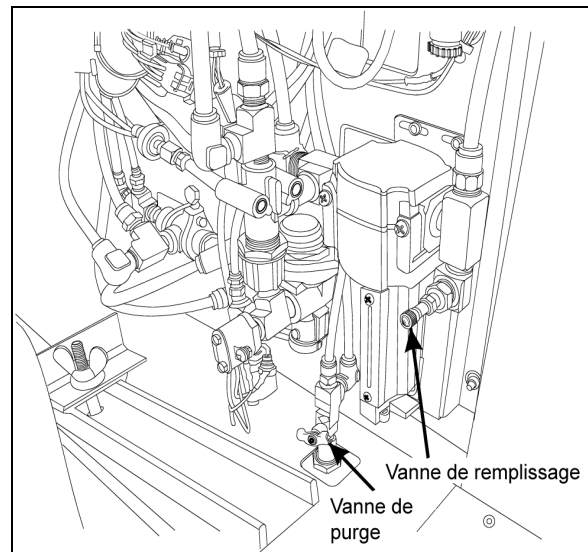

FIGURE 46: EMBLACEMENT DE LA SOUPAPE AVANT SUR LA SÉRIE H3
Une soupape indépendante placée dans le compartiment moteur et accessible à travers la porte du côté droit du moteur est utilisée pour la **purge quotidienne** (Figure 46).
**La soupape arrière** se trouve dans le compartiment moteur et est accessible depuis la porte du côté droit du moteur (Figure 46).